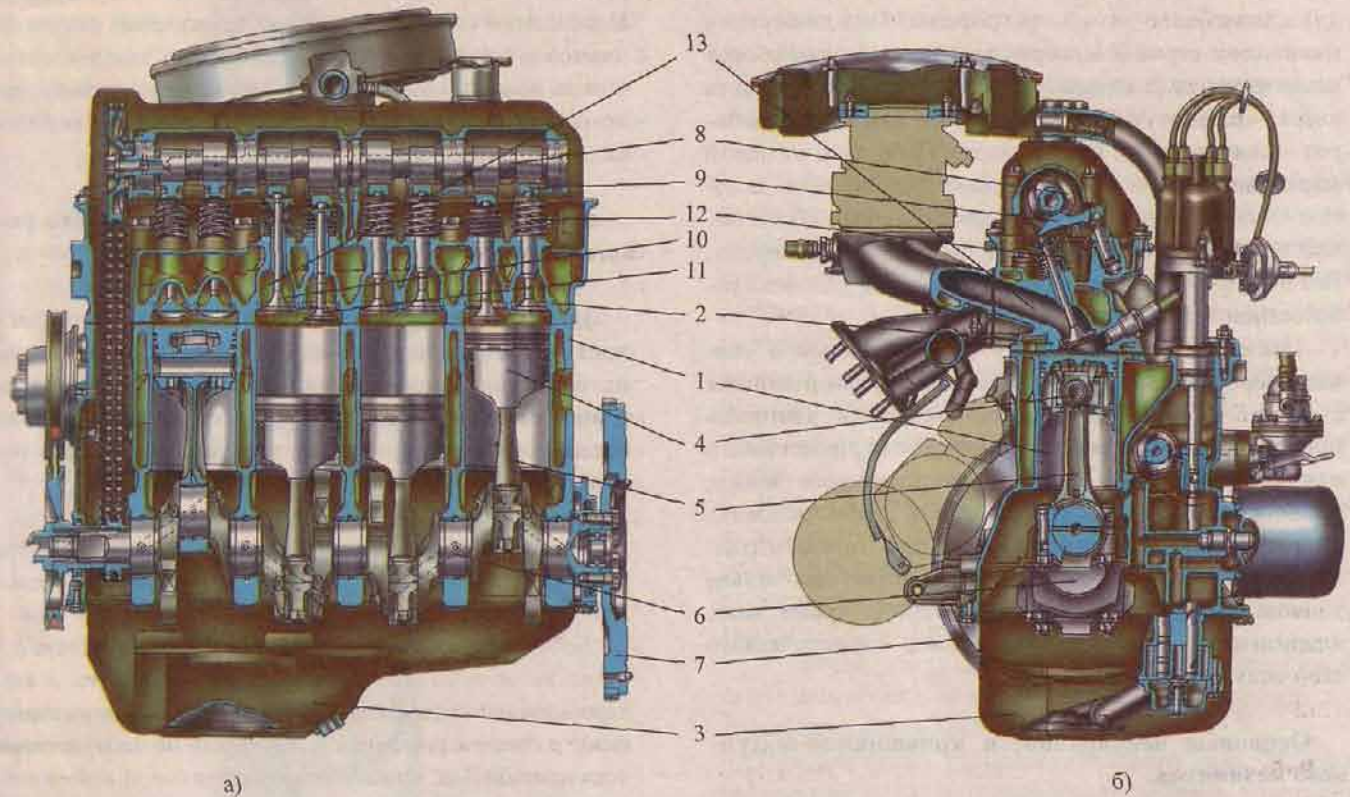

Рис. 10 Общий вид четырехцилиндрового двигателя на примере автомобиля ВАЗ 2106
**У четырехцилиндрового двигателя кривошипно-шатунный механизм состоит из** (см. рис. 10):
Газораспределительный механизм (см. рис. 10) состоит из: